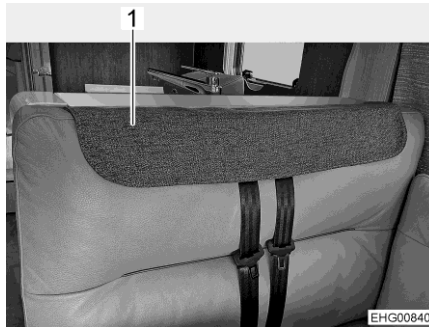

Fig. 91 Cubierta para cinturones de seguridad instalada
Cuando el vehículo está colocado, los reposacabezas pueden retirarse del cojín del respaldo del banco para que sea posible sentarse más cómodamente. Las aberturas para los reposacabezas y el recorte para los cinturones de seguridad pueden cubrirse con una cubierta para cinturones de seguridad (Fig. 91,1).
- Colocar la cubierta para cinturones de seguridad sobre el recorte para los cinturones de seguridad (Fig. 91).